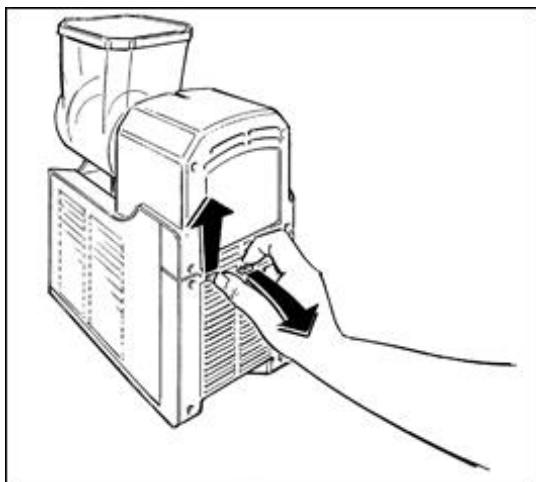
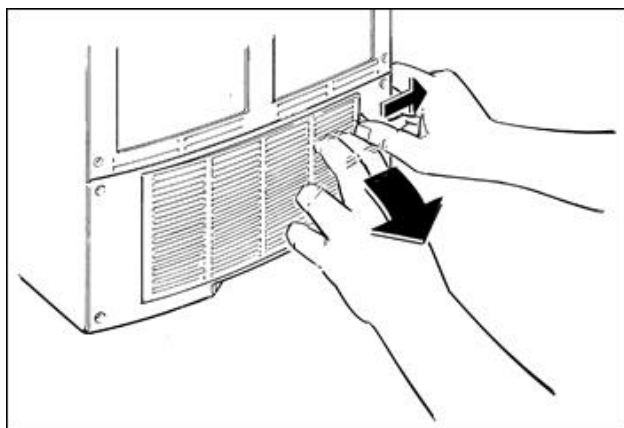

Fig. 29
Fig. 30
- Rimuovere il pannello posteriore come mostrato in Fig. 29 e Fig. 30